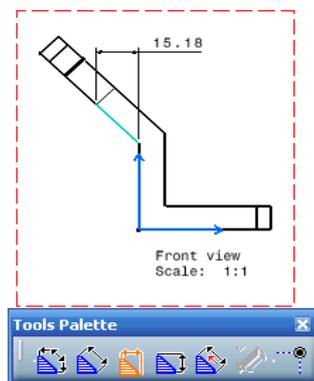

Ilustración 662: Force horizontal dimension in view.
- *Force horizontal dimension in view:* Dimensión lineal con orientación horizontal, independientemente de la que tenga el elemento seleccionado para acotar (ver Ilustración 662).